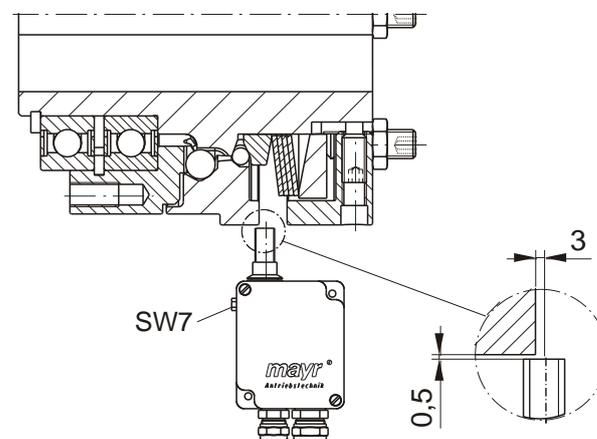

Figura 21
Il finecorsa di prossimità deve essere applicato sul bordo di contatto del giunto (figura 21), in modo che durante il funzionamento normale non si causi nessuno scambio di segnali sul finecorsa a causa di difetti di rotondità di rotazione.
Si prega di impostare le distanze dall'interruttore per il finecorsa di prossimità secondo la figura 21. La distanza del disco pressore (3) dal punto di contatto potrà essere regolata in modo preciso con una vite esagonale con apertura 7.